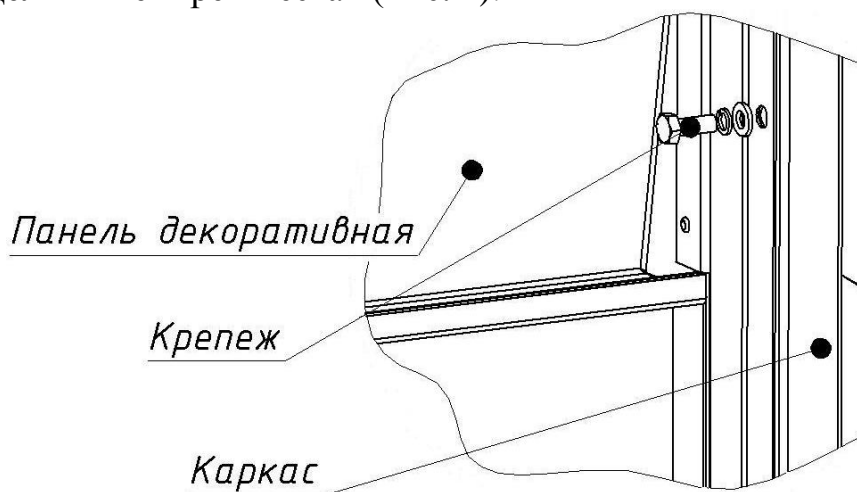

Рис. 4 Крепление панели декоративной к каркасу изделия
- закрепите панель на каркасе с помощью комплекта крепежа с внутренней стороны изделия в четырех местах (Рис. 4).